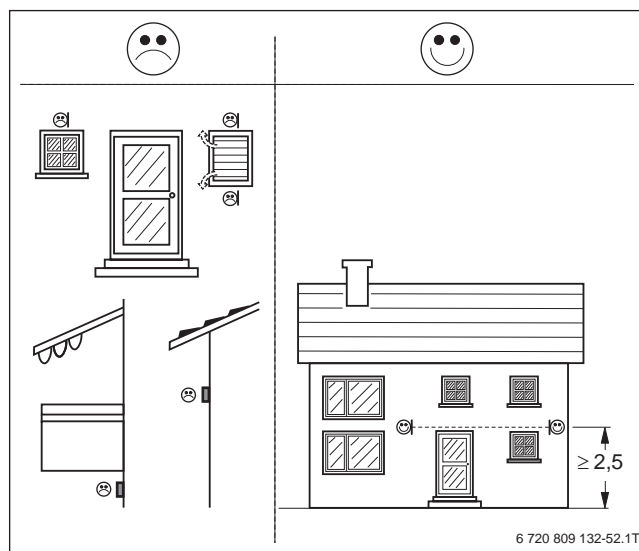

Fig. 93 Disposition de la sonde de température extérieure (en mm)
- sous les stores, les balcons ou sous le toit (→ fig. 93)